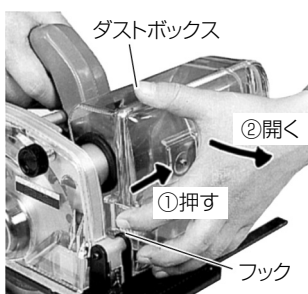
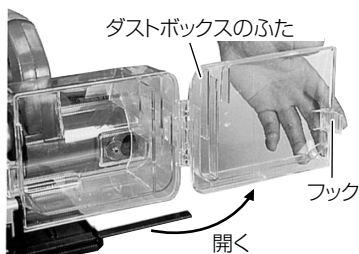

図 12
図 13
- (1) 切込み量を最大にします。
- (2) ダストボックス前方にあるフックを押し、ダストボックスのふたを開き、切りくずを捨てます。(図 12、図 13)
- (3) ダストボックス内に付着している切りくずを乾いた布などできれいにふきとり、内部がよく見えるようにしてください。
- (4) ふたを閉じて、フックをかけてください。